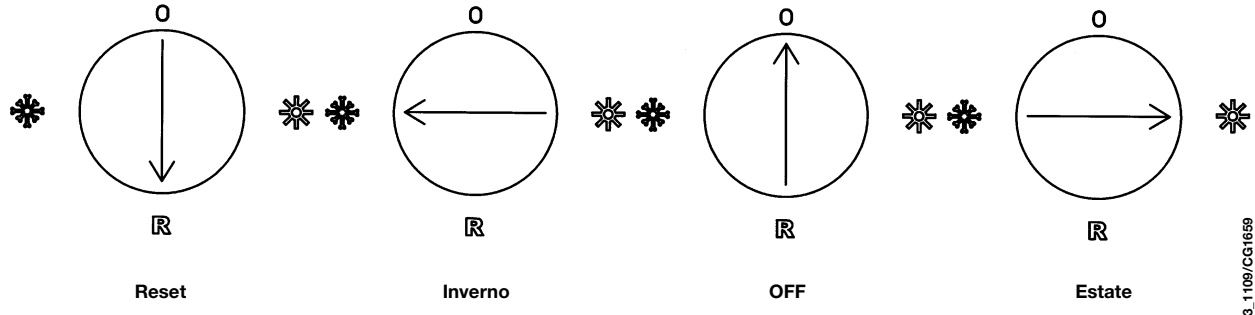

Figura 2
- 3) ruotare la manopola del selettore predisponendo la caldaia in posizione Estate (\*❄️) o Inverno (\*❄️) (figura 2);
- 4) agire sulle manopole dei dispositivi di regolazione della temperatura del circuito di riscaldamento (2) e dell'acqua calda sanitaria (1) in modo da accendere il bruciatore principale.
① Manopola SANITARIO (A.C.S.)      ② Manopola RISCALDAMENTO (C.H.)      ③ Selettore (figura 2)      ④ Display
Durante questa operazione è necessario che il selettore Estate/Inverno di figura 2, sia in posizione OFF (0).
Per lo spegnimento della caldaia occorre togliere l'alimentazione elettrica dell'apparecchio. Con il selettore di figura 2 nella posizione 0 la caldaia rimane spenta (il display visualizza la scritta OFF), ma i circuiti elettrici restano in tensione ed è attiva la funzione antigelo (paragrafo 9).
Per RESETTARE la caldaia, posizionare per almeno 2 secondi il selettore (figura 2) su "R". In caso d'intervento ripetuto di questo dispositivo, chiamare il centro di assistenza tecnica autorizzato.
**Nota:** E' possibile effettuare 5 tentativi consecutivi di riarmo dopo dei quali la caldaia rimane in blocco. Per effettuare un nuovo tentativo di riarmo, è necessario portare il selettore di figura 2 in posizione OFF per qualche secondo.
| E01                 | Blocco mancata accensione                             | Posizionare per almeno 2 secondi il selettore (figura 2) in "R". In caso d'intervento ripetuto di questo dispositivo, chiamare il centro di assistenza tecnica autorizzato. |
| E02                 | Blocco per intervento termostato sicurezza            | Posizionare per almeno 2 secondi il selettore (figura 2) in "R". In caso d'intervento ripetuto di questo dispositivo, chiamare il centro di assistenza tecnica autorizzato. |
| E35                 | Fiamma parassita (errore fiamma)                      | Posizionare per almeno 2 secondi il selettore (figura 2) in "R". In caso d'intervento ripetuto di questo dispositivo, chiamare il centro di assistenza tecnica autorizzato. |
**Attenzione:** Con il selettore di figura 2 in posizione Inverno (❄️), sono necessari alcuni minuti di attesa ad ogni intervento del dispositivo di regolazione riscaldamento (2-figura 1) prima di avere una nuova accensione.
Per riavere immediatamente una nuova accensione spostare il selettore (figura 2) in posizione 0 e poi ancora in (❄️).